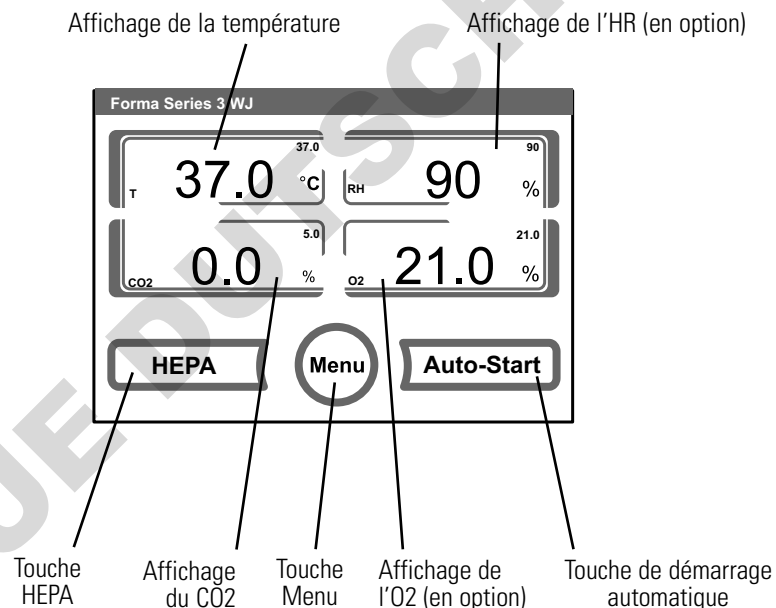

Figure 2-2. Panneau de commandes
- Panneau de commande - Clavier, bloc d'affichage et voyants (Figure 2-2).